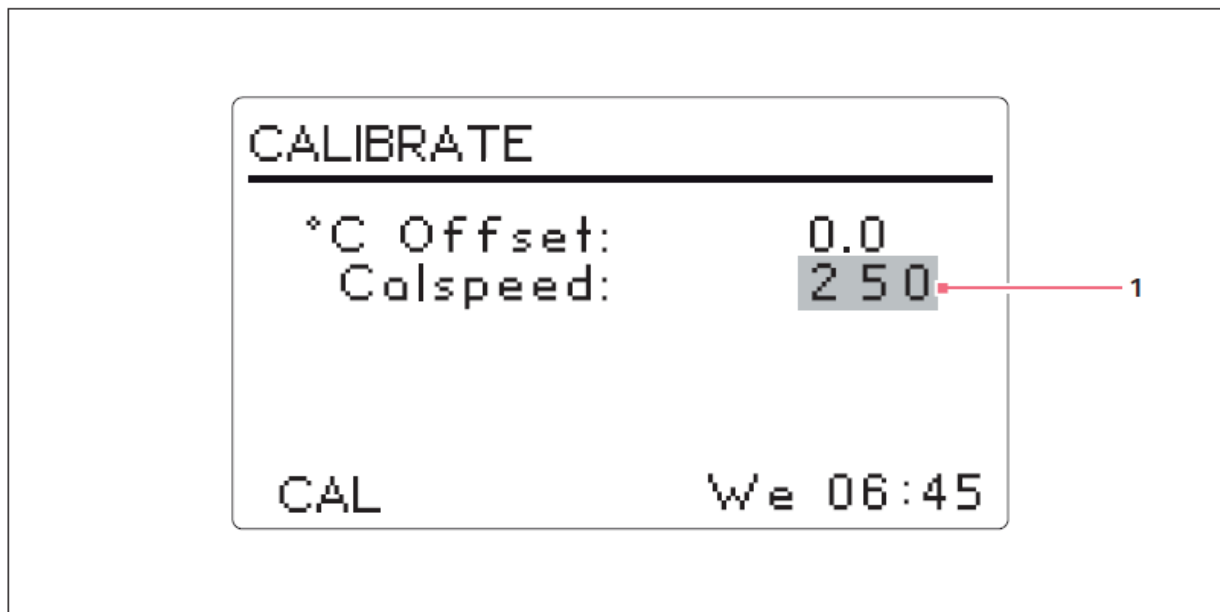

Рис. 5-16: меню калибровки
1. С помощью ручки управления войдите в меню калибровки CAL (см. рис. 5-16 на стр. 58).
Функция калибровки скорости (Calspeed), которая устанавливается в меню **CAL** (см. рис. 5-16 на стр. 58), используется для калибровки механизма встряхивания. Скорость калибруется на заводе и повторная калибровка требуется только после замены основных рабочих компонентов (например, приводного ремня).